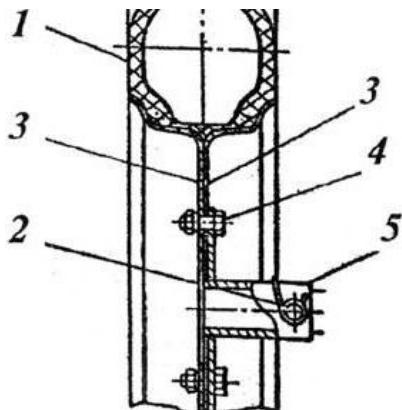

Рис.2
- Колесо состоит из пневматической или литой шины 1 (рис. 2), диска 3 и ступицы 5. Если наружная часть протектора шины выполнена в виде елочки, то при установке на мотоблок колеса установите углом вперед. Диск состоит из двух половин, соединенных между собой тремя болтами. Ступица 5 крепится к диску пятью болтами 4.
- Установите мотоблок на устойчивые подставки и, вынув стопор 2 (рис.2), снимите колесо с выходного вала редуктора.